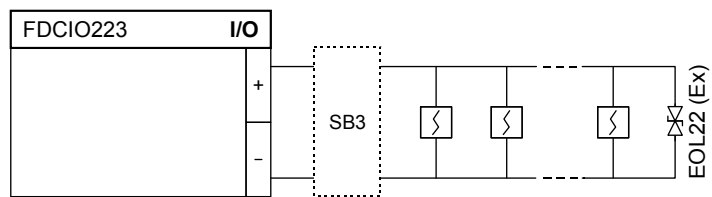

Fig. 6
- Fig. 6 Detector line with safety barrier (ex-zone 1+2)
- Fig. 6 Línea de detectores con barrera de seguridad (zona Ex 1+2)
- Fig. 6 Melderlinie mit Sicherheitsbarriere (Ex-Zone 1+2)
- Fig. 6 Linea di rivelatori con barriera di sicurezza (zona Ex 1+2)
- Fig. 6 Ligne de détection avec barrière à sécurité intrinsèque (zone Ex 1+2)